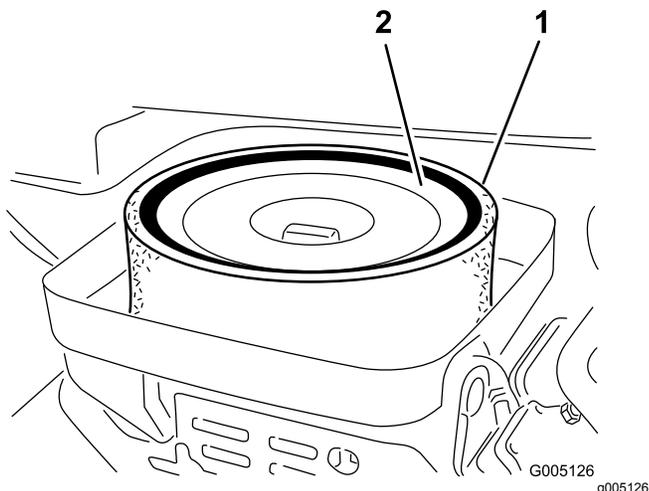

Figure 31
3. Enlevez l'écrou à oreilles qui fixe les éléments au boîtier du filtre à air (Figure 31).
4. Si l'élément en mousse est encrassé, sortez-le de l'élément en papier (Figure 31). Nettoyez-le soigneusement comme suit :